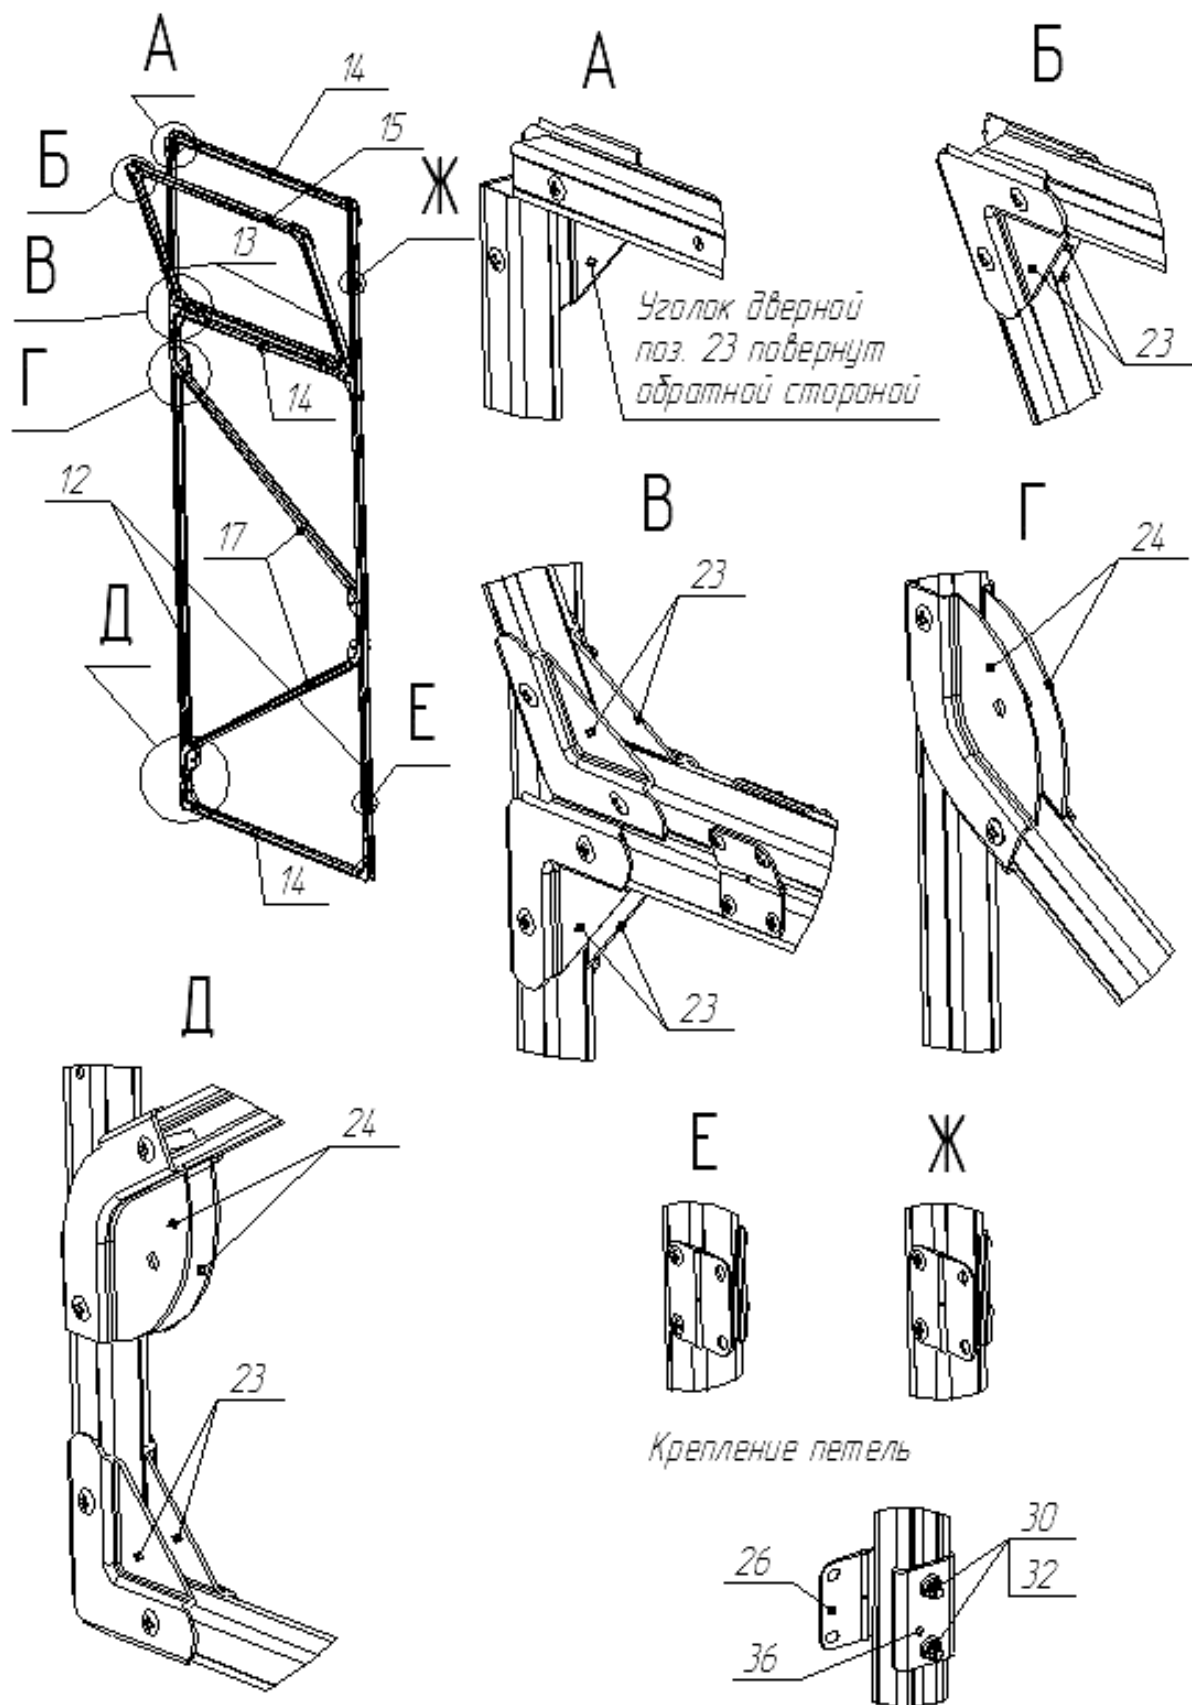

Рис. 6
6.5 Соберите каркасы дверей с форточками (рис.6). ***Не забывайте, что расположение стоек двери, имеющих отверстия под установку петель, должно соответствовать расположению стойки дверного проема, также имеющей отверстия под навеску.***